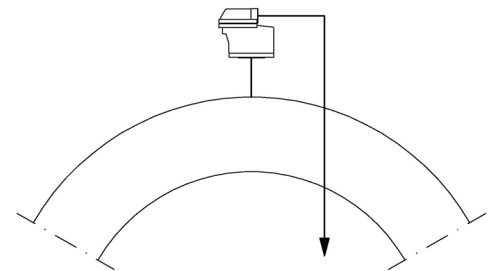

Fig. 4
- Fig. 4: Entlüftung einer Sauleitung mit mehreren Hochpunkten mit Ableitung der Luft zu einer angeschlossenen Vakuumanlage.
- Fig. 4: Venting of a suction pipe with several high points. Discharge of the air to a central vacuum unit.